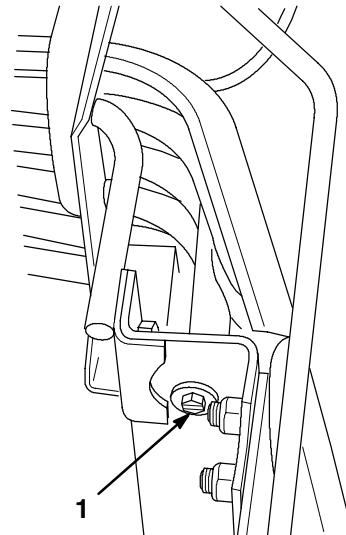

Abbildung 54
- Den Kühlergrill des Traktors ausbauen, indem die Haube angehoben und die beiden Schrauben und Unterlegscheiben gelöst werden, mit denen er befestigt ist (Abb. 54). Die Haube schließen und den Kühlergrill nach vorne herausziehen.
- Den Kühlergrill wieder am Traktor anbringen und mit den zwei vorher entfernten Schrauben und Unterlegscheiben befestigen (Abb. 54).
5. Den Kühlergrill wieder am Traktor anbringen und mit den zwei vorher entfernten Schrauben und Unterlegscheiben befestigen (Abb. 54).